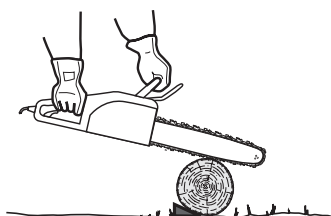

Fig. 35
- > Si le diamètre du rondin est suffisant pour insérer une cale sans toucher la chaîne, utilisez une cale pour maintenir le rondin en position et ainsi éviter les pincements (Fig. 35).